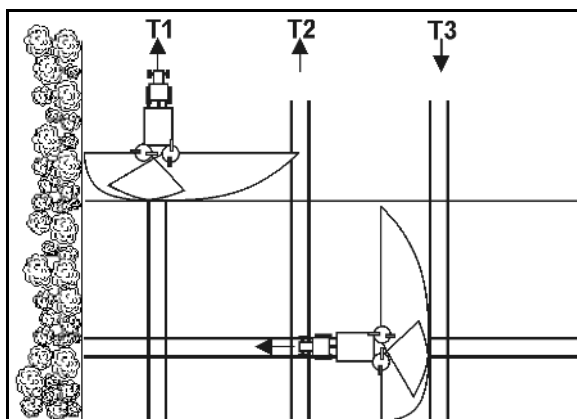

Fig. 69
- Lukkespjeldene åpnes etter innkjøring i kjøresporet på punkt P1 (Fig. 69) hvis spredeskivene har avstanden X fra kjøresporet til vendeteigen.
- Lukking av spjeldet før kjøring ut av kjøsporet på punkt P2 (Fig. 69) hvis spredeskivene befinner seg på høyde med det første kjøresporet i vendeteigen.